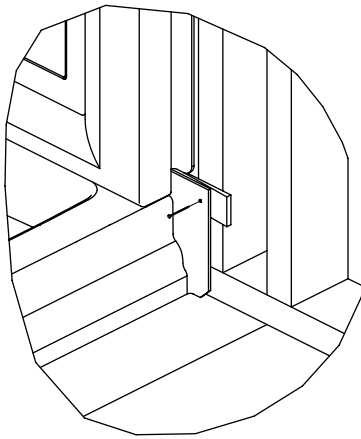

Figure 1
- Clouer les coins du receveur en place avec des clous galvanisés N° 6 à tête large (non fournis) pour fixer l'unité. (Figure 1)
- Sécuriser les murs en place en utilisant des clous galvanisés N° 6 à tête large. Commencer du rebord extérieur et autour de chaque mur en allant vers le coin. S'assurer que la base des murs ne soit pas élevée du receveur. (Figure 1)